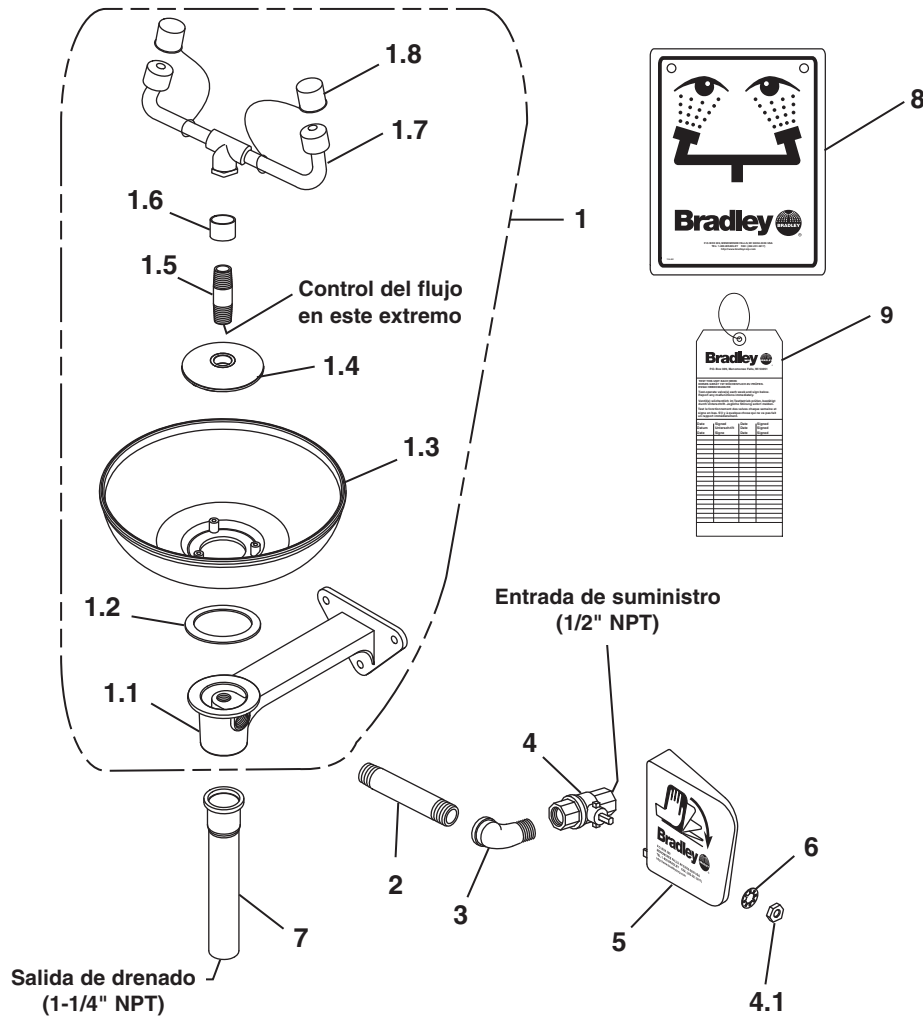

Figura 2
1. Arme los componentes restantes del lavador de ojos como se indica en la Figura 2 (pagina 10).